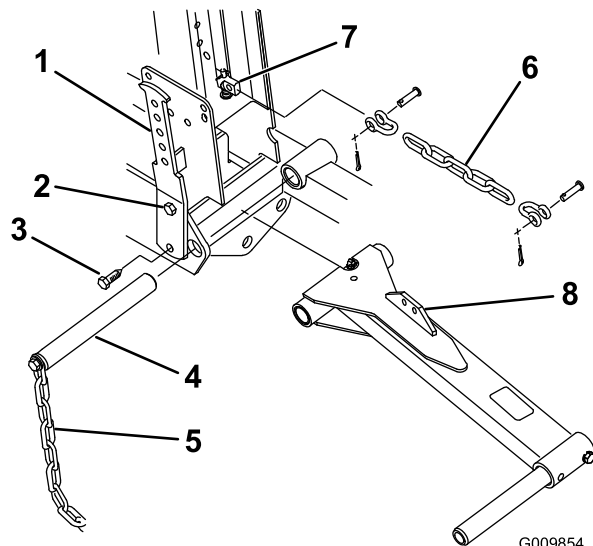

図 6
3. 左カウンタバランス・アームをフレームに固定している上ボルトをゆるめる (図 6)。
4. 左カウンタバランス・アームをフレームに固定している下ボルトを外す (図 6)。
5. カウンタバランス・アームを外側に回転させて昇降アームのピボット・ピンとチッパー・チェーンを外す (図 6)。
6. 昇降アームをフレーム部材の間に入れて取り付け穴に合わせ、ピボット・ピンを差し込んで取り付ける (図 6)。このとき、カウンタバランス・アームがピンのスロット